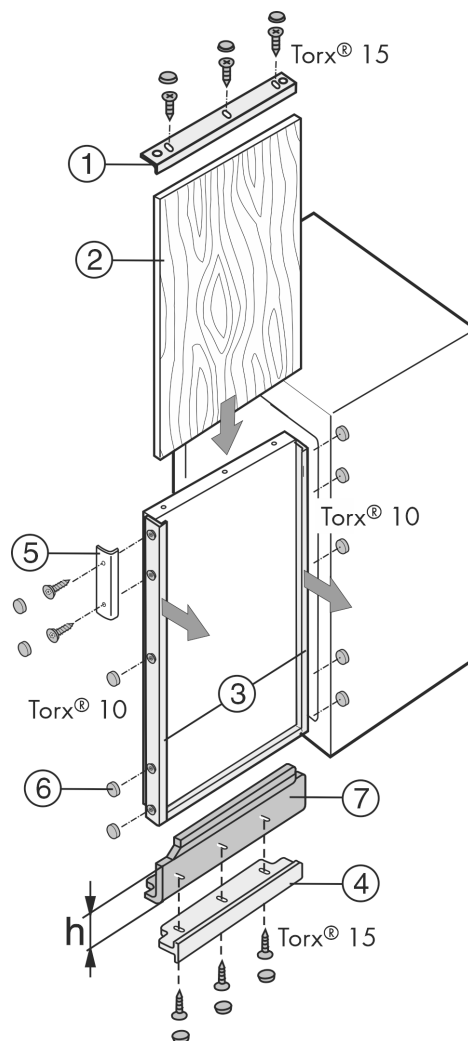

Fig. 43
Kur ekziston një pllakë dekorative, por ajo është me lartësi shumë të vogël, ajo mund të përshtatet me panele balancuese Fig. 43 (7) me lartësi të ndryshme.